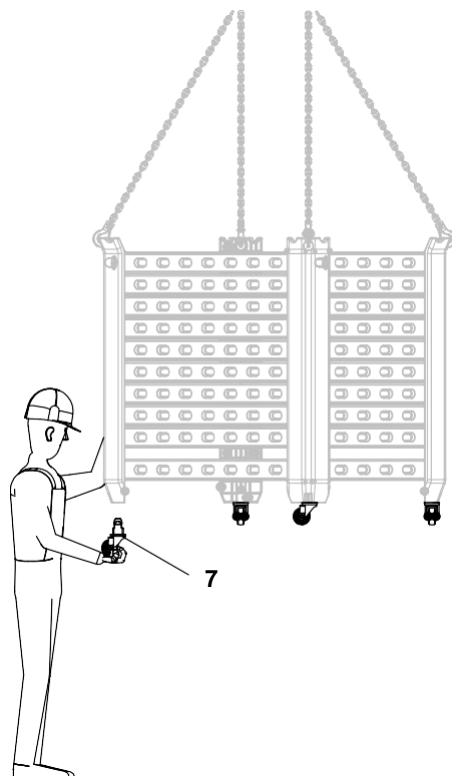

Fig. A1.09
За хоризонтално транспортиране на обекта на долната част на конзолите за палетиране се поставят колелата DUO (7). (Fig. A1.09 + A1.10)